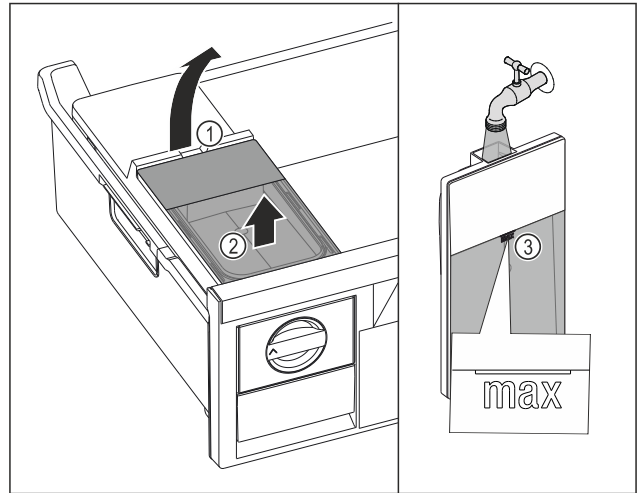

Fig. 76
- ▶ Підняти бак для води за заглиблення Fig. 76 (1).
- ▶ Вийняти бак для води рухом вгору Fig. 76 (2)
- ▶ Наповнити бак для води питною водою до позначки Fig. 76 (3).